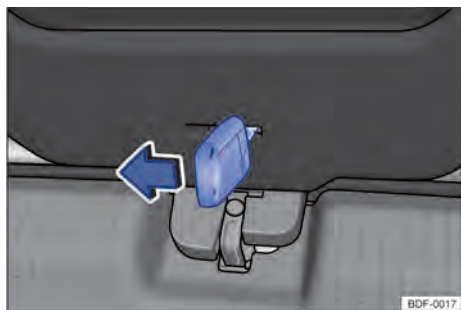

Fig. 59 No compartimento de bagagem: destravar a tampa traseira.
- Inserir a haste da chave na abertura na tampa traseira → Fig. 59 e deslocar a alavanca de destravamento no sentido da seta.